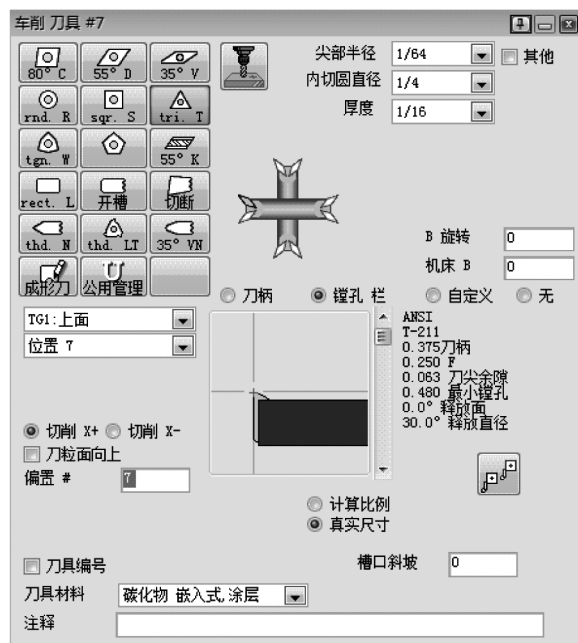

图 5-24 车削刀具#7
9) 创建车削刀具#7, 如图 5-24 所示。此刀具将对零件内径进行精加工。设置与车削刀具#6 一样。